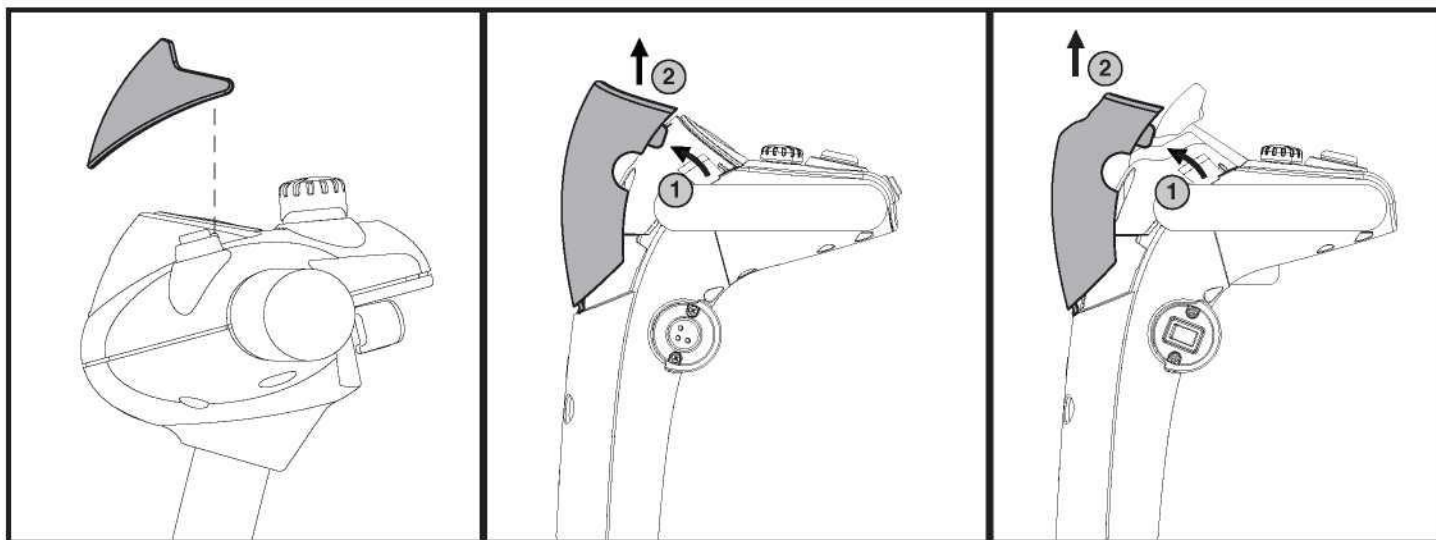

Figure 17. Visière de la console
1. Tirez doucement sur la visière vers l'arrière du Travel Scooter pour le détacher de la fixation velcro et le retirer de la console. **Voir la figure 17.**